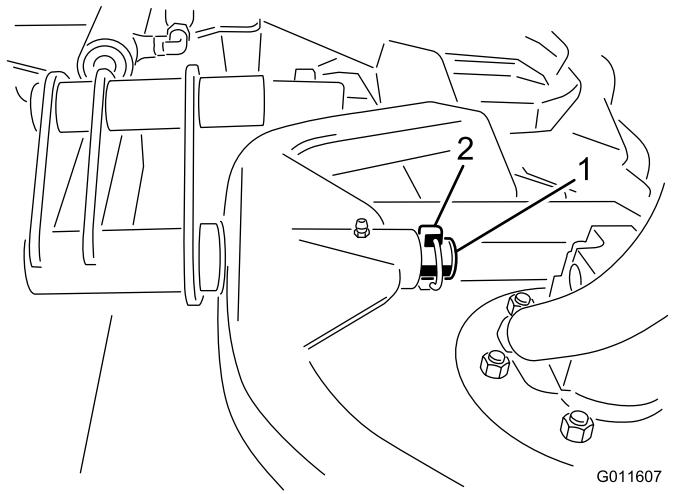

Bild 4
3. Schieben Sie den Mähwerkträgerrahmen auf den Lagerbolzen des Hubarms und befestigen Sie ihn mit dem Klappstecker (Bild 4).